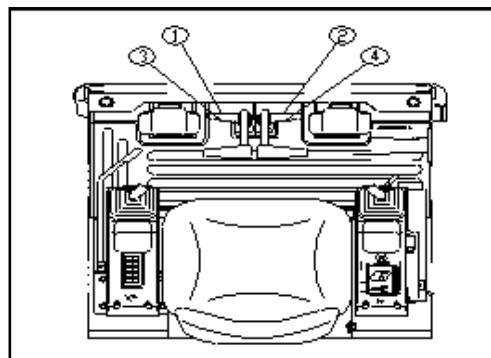

FIG. 3-8
- Ta til venstre: høyre pedal 2 fram. (FIG. 3-8)
- Ta til høyre: venstre pedal 1 fram. (FIG. 3-8)